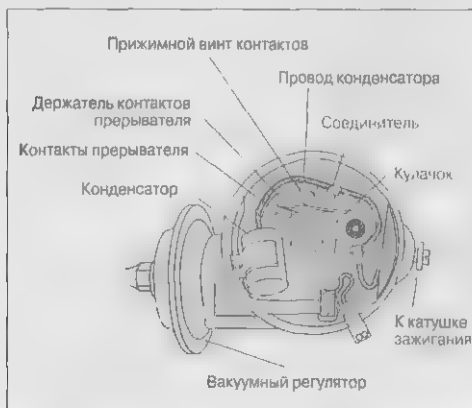

Рис. 12.15 Конструкция механического распределителя зажигания
3. Теперь, после того как крышка освобождена, снимите ее, не снимая при этом подключенные к крышке высоковольтные провода. Отведите их в сторону и посмотрите, из чего состоит распределитель (рис. 12.15).
Под ротором (а при наличии статического экрана — под ним) можно увидеть контакты прерывателя и конденсатор. Перед тем как снять конденсатор, обратите внимание на два маленьких провода, один из которых идет к контакту, а другой к конденсатору. Они обычно соединяются с помощью маленького винтика и шайбы (см. рис. 12.15).